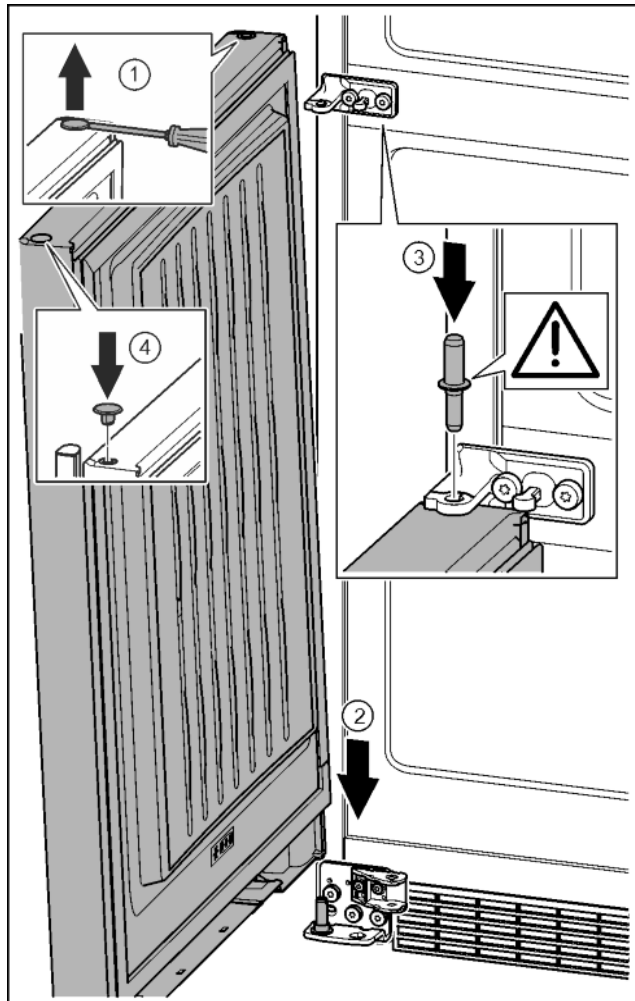

Fig. 40
- ▶ A dugót egy csavarhúzóval óvatosan emelje meg és húzza ki. Fig. 40 (1)
- ▶ Az ajtót felülről helyezze az alsó csapszegre. Fig. 40 (2)
- ▶ Helyezze be az alsó ajtóba a középső csapszeget a középső csapágybakon keresztül. Ügyeljen közben arra, hogy a bekattanó bütyök hátrafelé mutasson. Fig. 40 (3)
- ▶ A dugót helyezze be a másik ajtóoldalon. Fig. 40 (4)